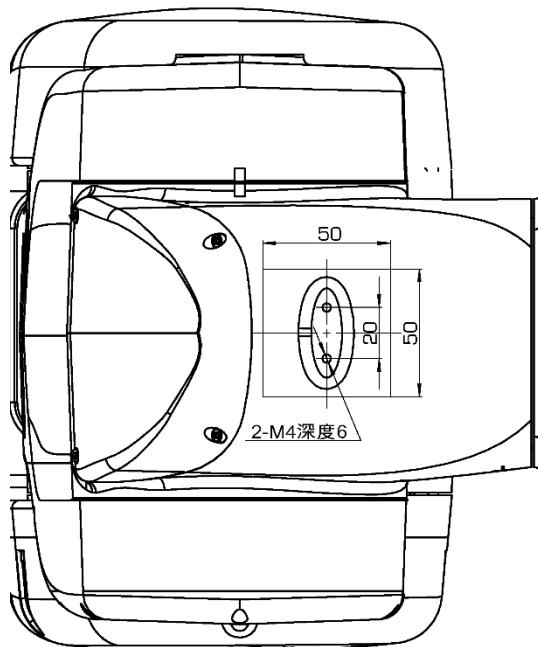

图 8-6 AIR8-710B 型操作机肘部负载接口尺寸示意图
AIR8-710B 型操作机 J3 轴肘部的设备安装孔规格及尺寸如图 8-6 所示。
- 肘部负载质心位置需位于图 8-6 所示 50mm × 50mm 区域内部。